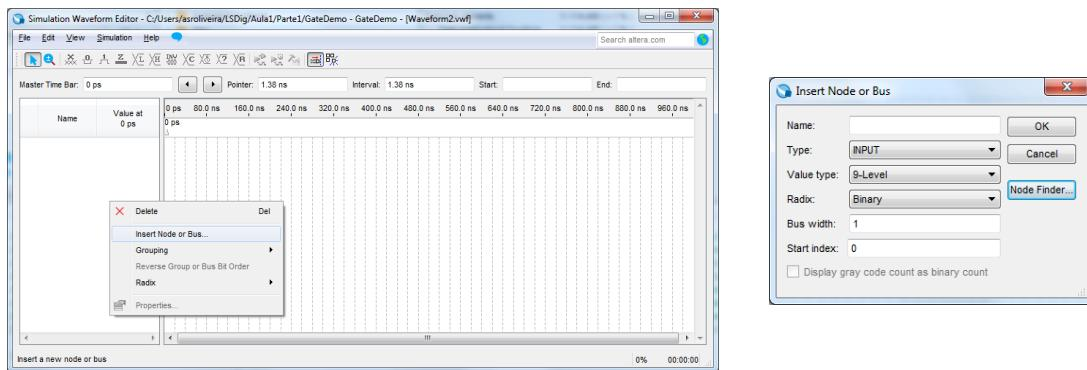

Figura 17 – Janela do simulador antes da especificação dos sinais de entrada e de saída a usar na simulação.
10. Após preenir “OK” a janela seguinte deverá abrir, onde deverão ser indicados os sinais a usar na simulação (Figura 17).